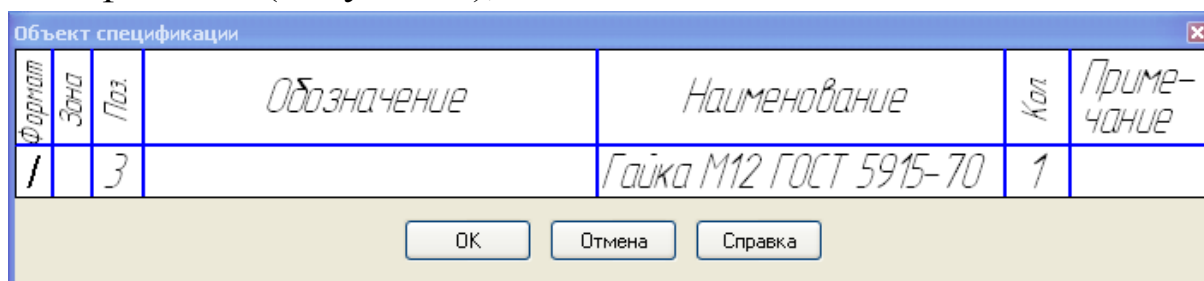

Рисунок13 – Окно строки спецификации
9. После вставки Гайки появится окно строки спецификации (Рисунок13), нажмите ОК.